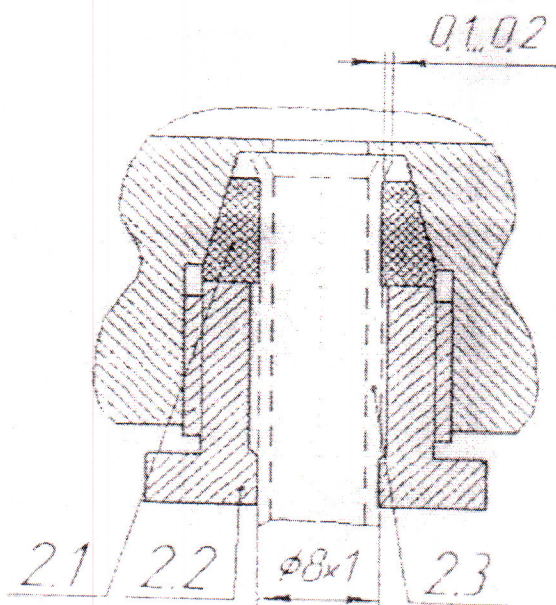

Рисунок 2 – Схема подсоединения блока
9.4 После установки блока на месте эксплуатации необходимо подсоединить его к системе подачи медицинских газов (рисунок 2), выполнив следующие операции: